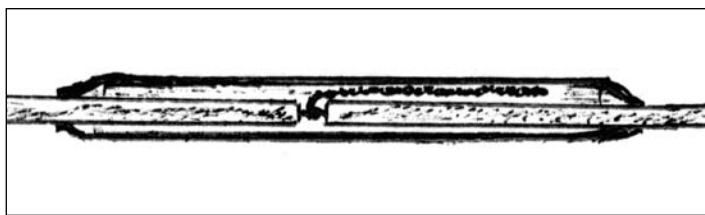

Рис. 4.34. - Восстановление изоляции
**4.10.1.** Перед восстановлением изоляции необходимо надеть трубку ТУТ. В процессе сращивания одноименные жилы скрещиваются и скручиваются, укладываются параллельно жилы. Далее устанавливается трубка и усаживается легким пламенем газовой горелки (Рис. 4.34).